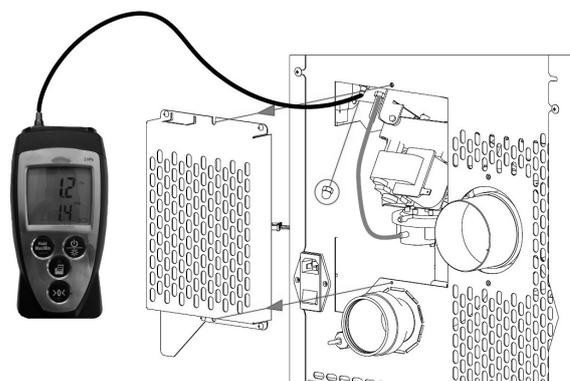

Fig. 34 - Collegamento pressostato digitale
- Collegare con un tubetto un pressostato digitale per rilevare la depressione (vedi **Fig. 34**).